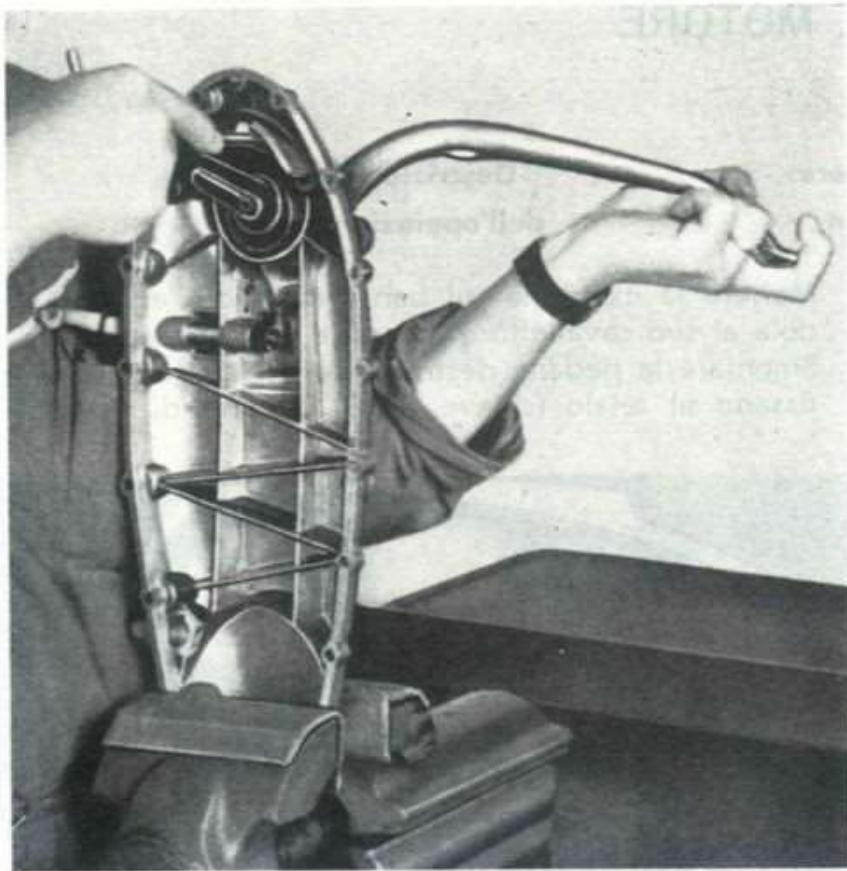

Fig. 3
- 7 Smontare l'albero avviamento: mettere in morsa il coperchio del carter, ruotare il pedale avviamento fino a fine corsa e, mantenendolo in questa posizione, smontare la camma (chiave da 10). Vedi fig. 3. Levare l'anello Seeger di fermo del pedale, svitare il bullone di fissaggio (chiave da 11) e sfilare il pedale di quanto basta perchè possa ruotare libero dal suo fermo, sempre restando innestato sull'albero avviamento.